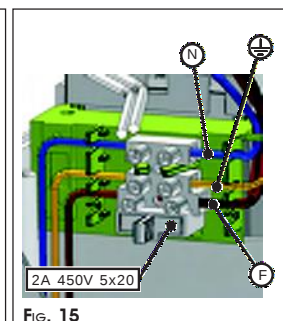

FIG. 15
② Sluit de voedingskabel aan, zoals aangeduid in Fig.15. Ook de aardingsdraad moet worden aangesloten. Zorg ervoor dat de draden van de voedingskabel op correcte wijze in de "pin strip" waarmee ze worden geblokkeerd, zijn geplaatst Fig.15.